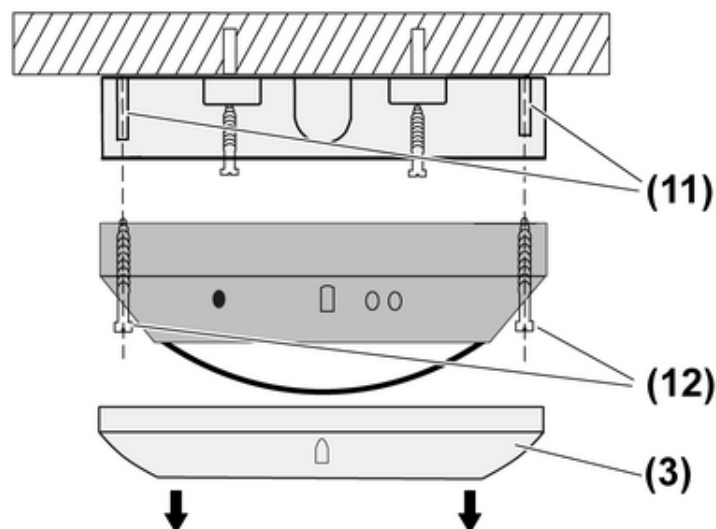

Figure 4: Montage
- (3) Anneau enjoliveur
- (11) Bossages de fixation
- (12) Vis
- Retirer l'anneau enjoliveur (3) (figure 4).
- Desserrer les vis (12).
- Visser le détecteur de présence avec les vis (12) et les bossages de fixation (11) sur le boîtier de raccordement (4) (figure 4).